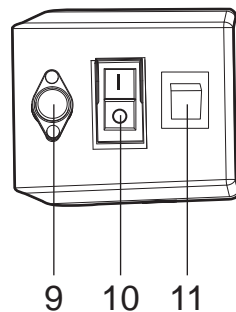

Fig.7
3. Pour démarrer le broyeur, appuyez sur le bouton vert "I" de l'interrupteur marche/arrêt [10] (Fig. 7).
4. Pour arrêter le broyeur, appuyez sur le bouton rouge "O" de l'interrupteur marche/arrêt [10] (Fig. 7).